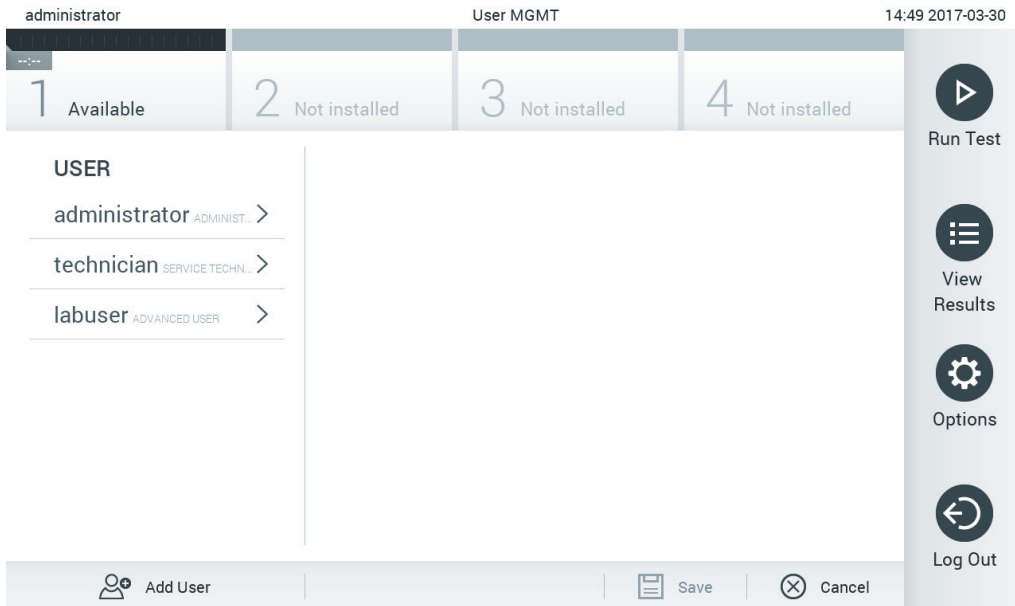

図 58. ユーザー管理画面。
1. Options（オプション）ボタン、次に User Management（ユーザー管理）ボタンを押して、ユーザーを設定します。ディスプレイのコンテンツエリアに User Management（ユーザー管理）画面が表示されます（図 58）